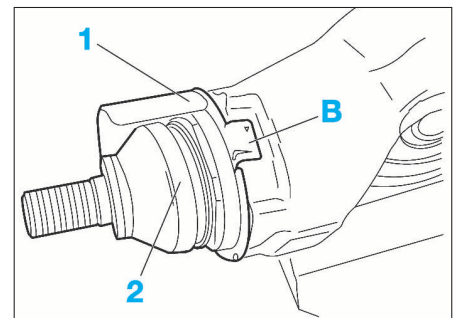

FIG. 23
- Déposer la tôle de protection (1) à l'aide d'un tournevis (Fig.23).